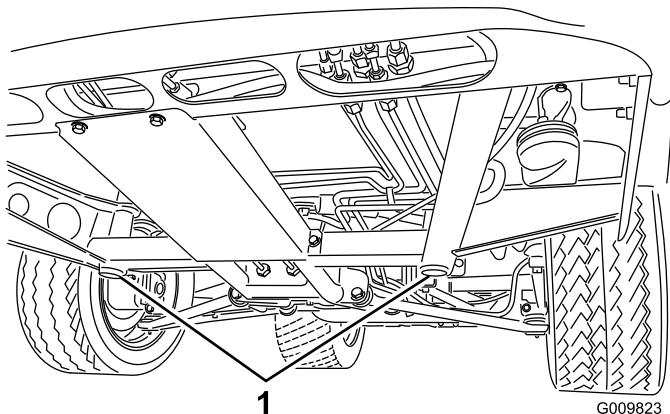

Figura 37
- Il punto di sollevamento della parte anteriore del veicolo si trova sotto il supporto anteriore centrale del telaio (Figura 37), mentre quello della parte posteriore si trova sotto l'assale (Figura 38).